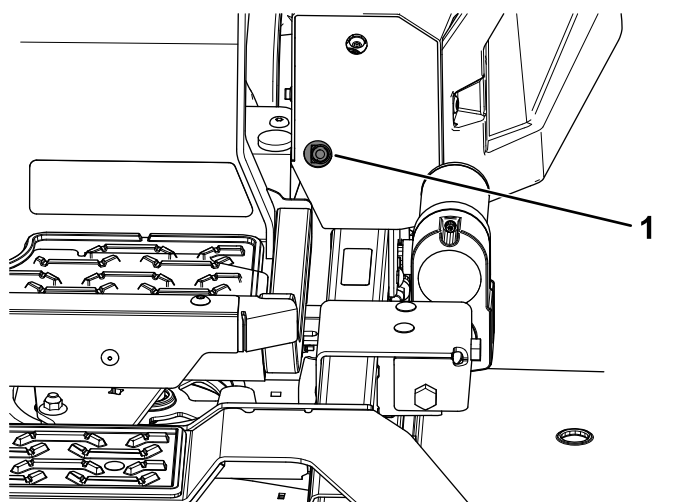
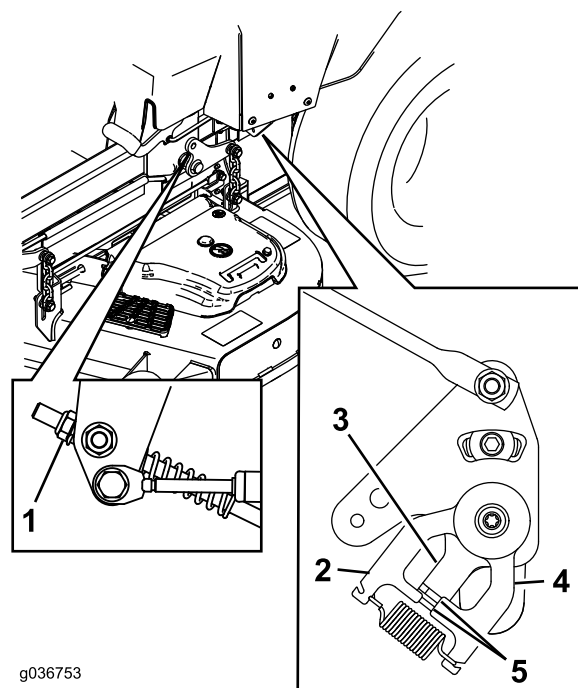

Figura 73
Figura 74
11. Ajuste la longitud de las varillas de control de las bombas girando la tuerca en el sentido apropiado, hasta que las ruedas se muevan ligeramente en marcha atrás (Figura 73 y Figura 74).